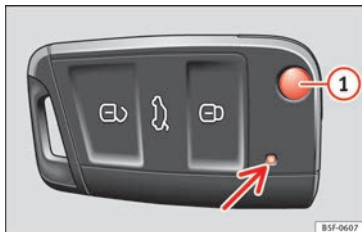
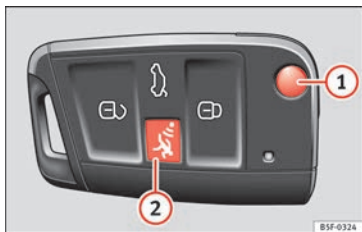

Bild 131 Bilnyckel
Bild 132 Fjärrkontroll med larmknapp
När du trycker på en av bilnyckelnas knappar blinkar signallampan » bild 131 (pil) en gång kort, men om knappen hålls ned en längre stund blinkar signallampan flera gånger, som vid bekväm öppning.
Tryck på knappen ① » bild 131 eller » bild 132 för att frigöra och fälla ut nyckeln.
- Om du i snabb följd trycker upprepade gånger på fjärrkontrollens knappar » **bild 131** eller » **bild 132** eller på någon av centrallåsknapparna » sidan 119 inaktiveras centrallåssystemet en kort stund som skydd mot överbelastning. Bilen är i så fall olåst. Lås den vid behov.